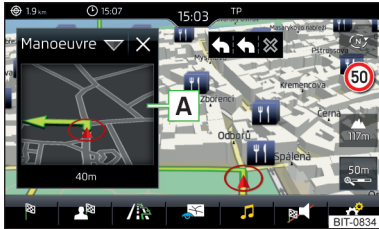

Abb. 162
Das Infotainment bietet die Möglichkeit an, im Zusatzfenster **Position** » **Abb. 162 auf Seite 149** die folgenden Informationen zur aktuellen geografischen Fahrzeugposition sowie zum Satellitensignal anzuzeigen.
- Zur **Auswahl des Inhalts** des Zusatzfensters **A** » Abb. 162 die Funktionsfläche antippen und kontextabhängig eines der folgenden Menüs wählen.